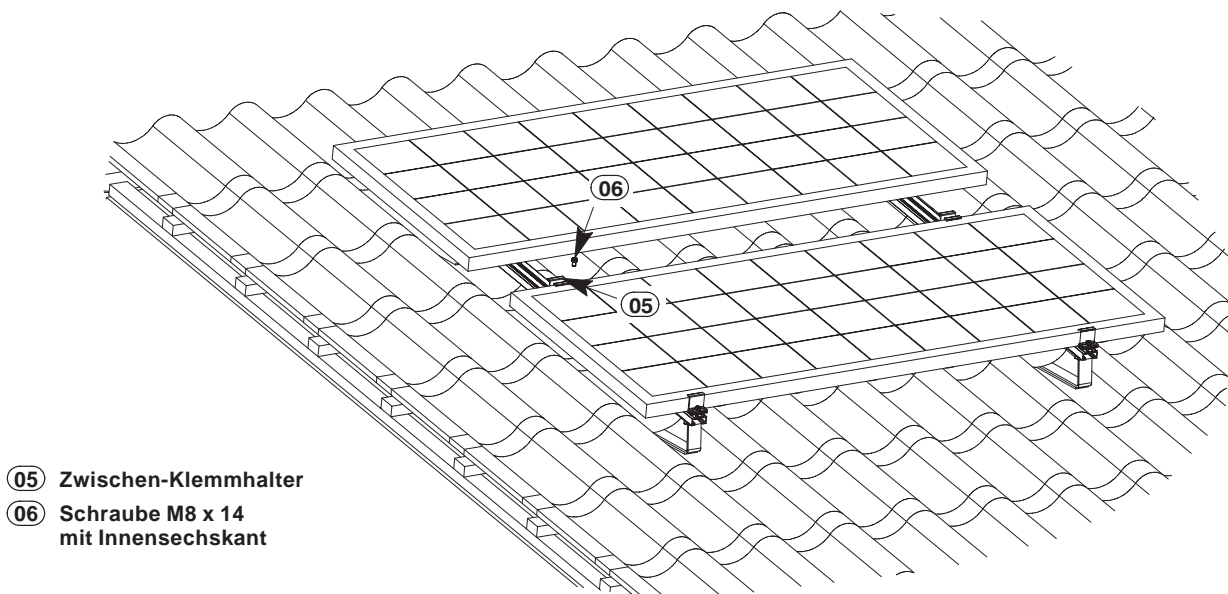

Abbildung 12b: Montage des zweiten PV-Moduls
- 4.) PV-Modul in die Zwischen-Klemmhalter (05) - gemäß Abbildung 12b - einlegen.
- 5.) PV-Modul ausrichten und Schrauben (06) festziehen.